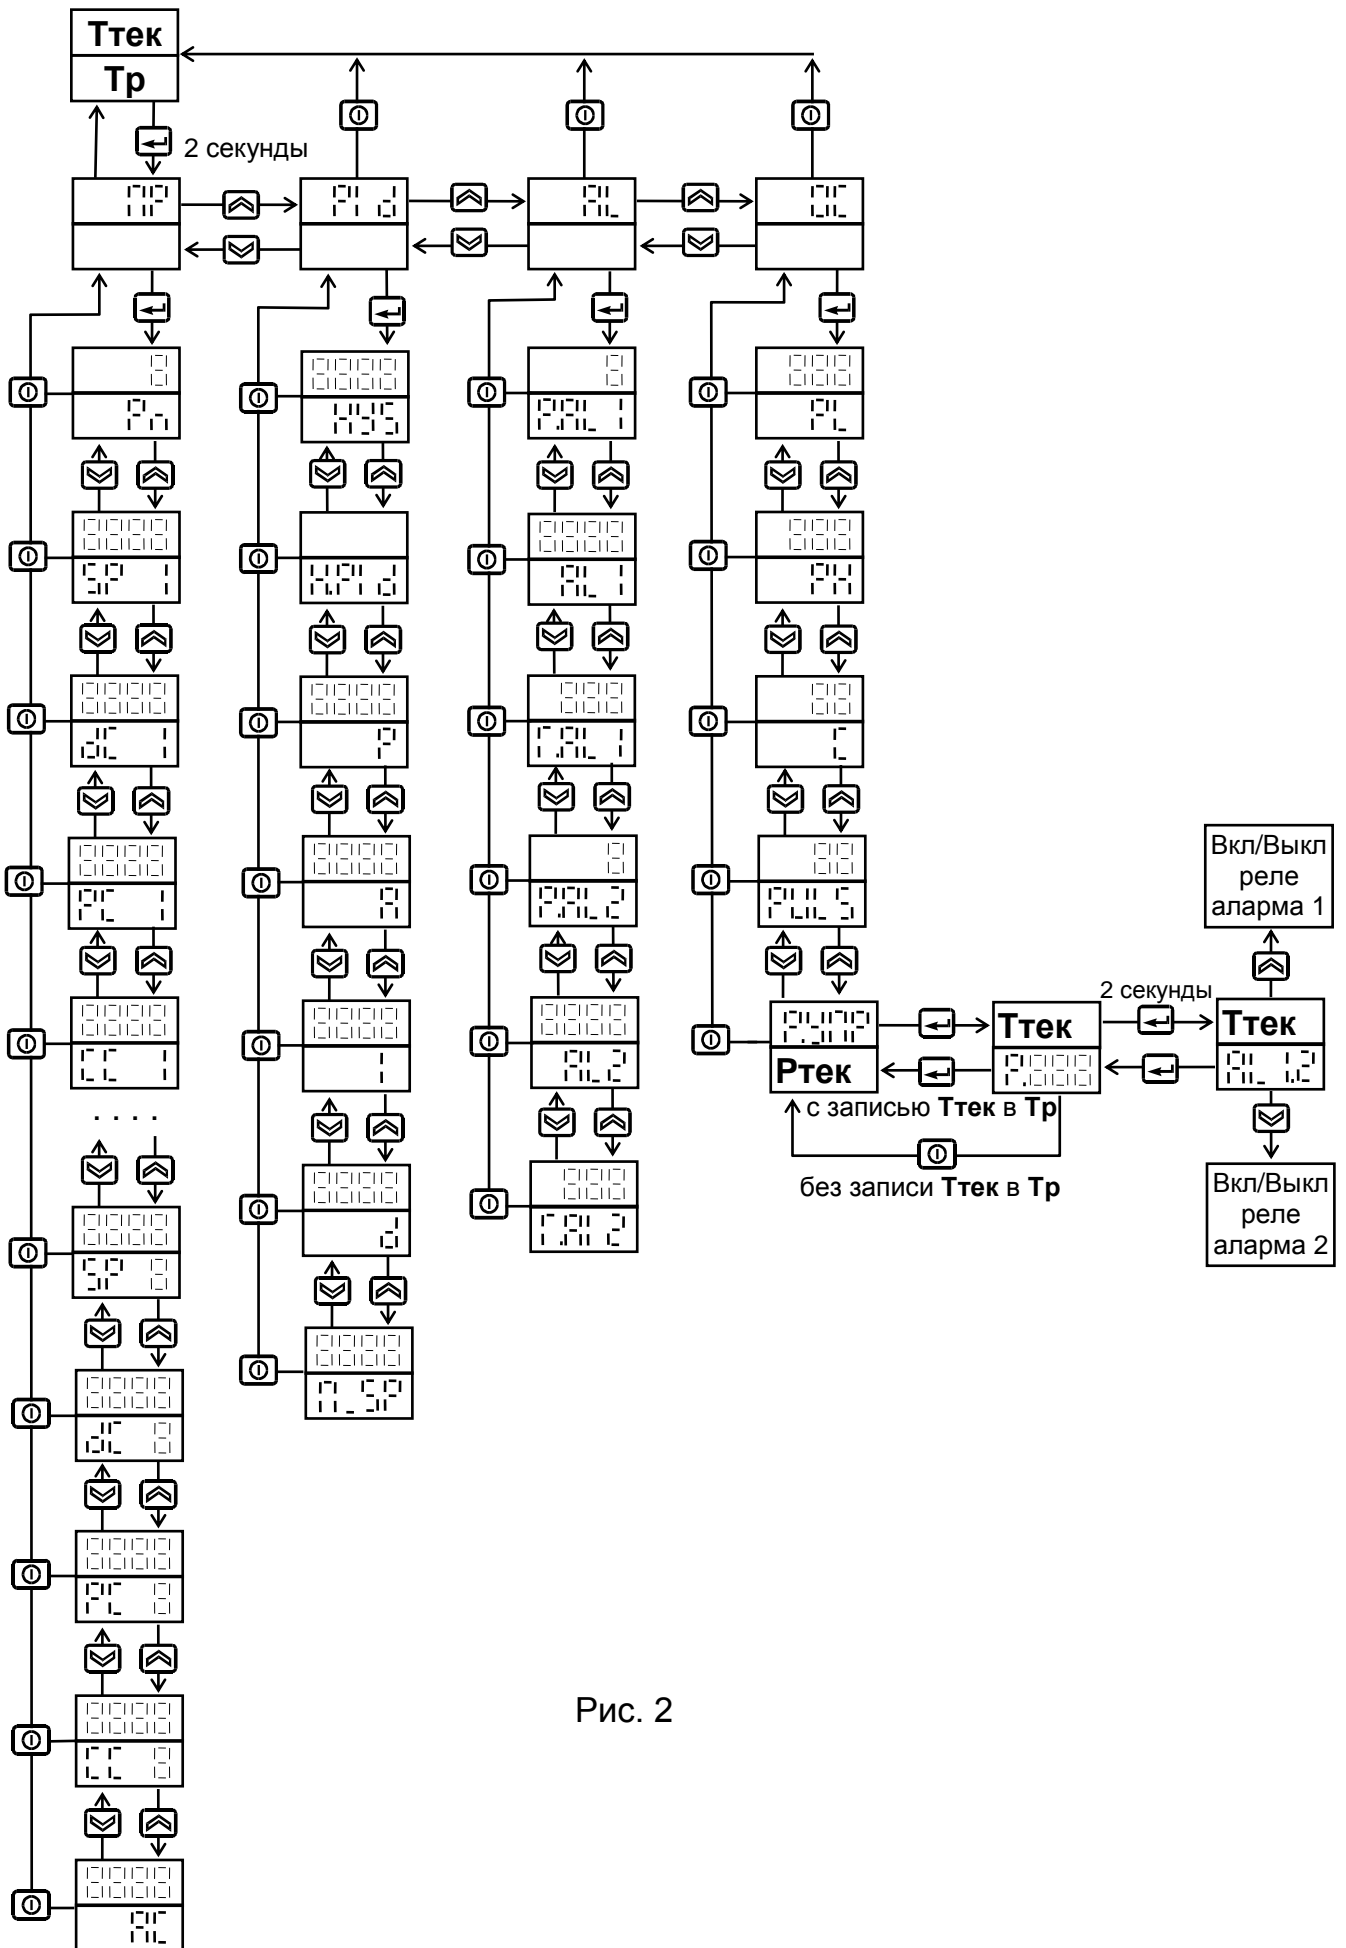

Рис. 2
**4.1.** Подключить прибор согласно Рис.2 ПРИЛОЖЕНИЯ при выключенном общем питании. Проверить правильность подключения прибора.
- Для ввода других параметров, определяющих работу регулятора, нужно в режиме отображения текущей и заданной температуры нажать и удерживать кнопку  примерно две секунды до появления надписи  $\bar{t}_1$  на верхнем индикаторе. Теперь из меню параметров можно выбирать и изменять те, которые необходимо (Рис. 2).
**4.6** Автоматическая настройка параметров  $t_{\text{имп}}^{\text{мин}}$ ,  $t_{\text{имп}}^{\text{макс}}$ ,  $t_{\text{имп}}^{\text{дл}}$  и  $t_{\text{имп}}^{\text{период}}$  запускается при нажатии и удержании в течение двух секунд кнопки  при индикации параметра  $t_{\text{имп}}^{\text{мин}}$  в меню параметров  $t_{\text{имп}}^{\text{мин}}$  (см. Рис. 2).